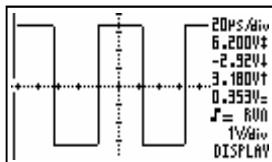

Fig 20
- **Crosshair**: Fig. 20
- **Assenkruis** : Fig. 20
- **Croix**: Fig. 20
- **Achsenkreuz** : Fig. 20